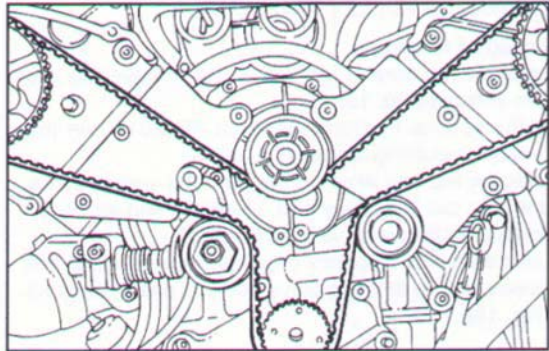

Fig. 21 ▲
- rimuovere la cinghia distribuzione (Fig. 21);
- remove the timing belt (Fig. 21);